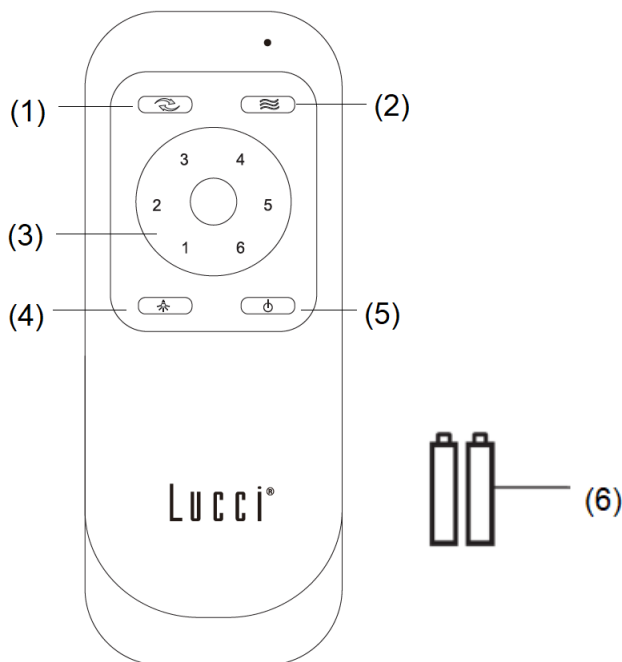

Fig. 10b
2. Emboîtez la télécommande dans le support. (Fig. 10b)